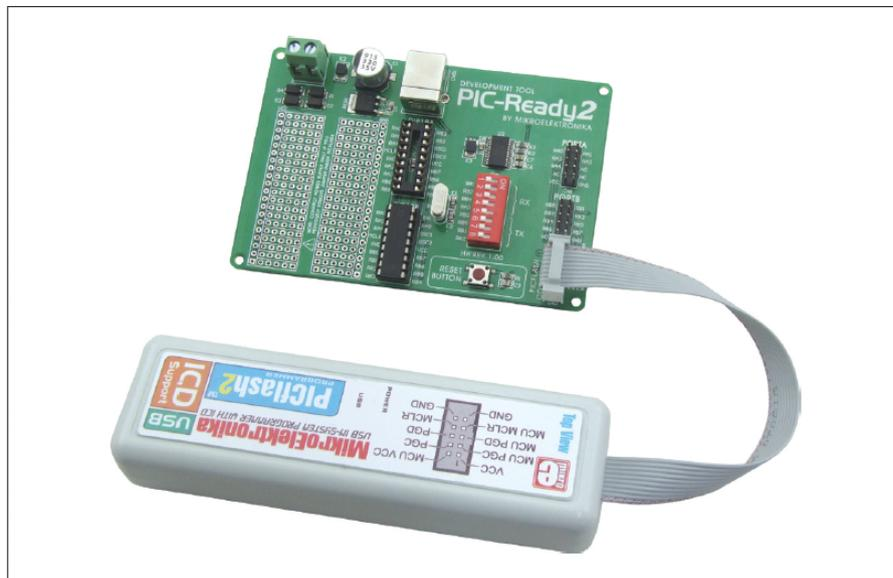

Рисунок 2: PIC-Ready2 дополнительная плата подключается к программатору PICFlash
2. Подключить **IDC10** разъем на программаторе PICFlash к разъему 2x5 на дополнительной плате, рисунок 2.